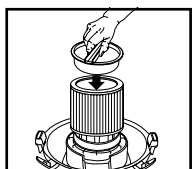

FIGURE 15
21. Placez le porte-filtre dans la partie supérieure de la cartouche filtrante. **FIGURE 15.**